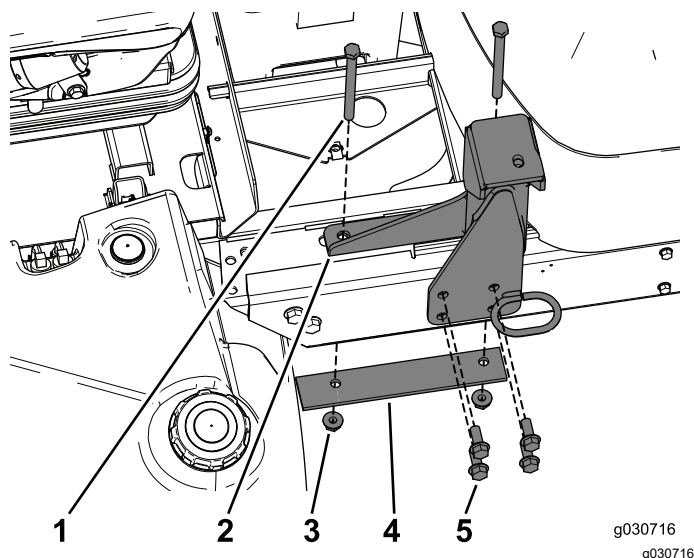

Рисунок 20
1. Используйте новые крепежные детали для присоединения левого заднего крепления к раме (Рисунок 20).